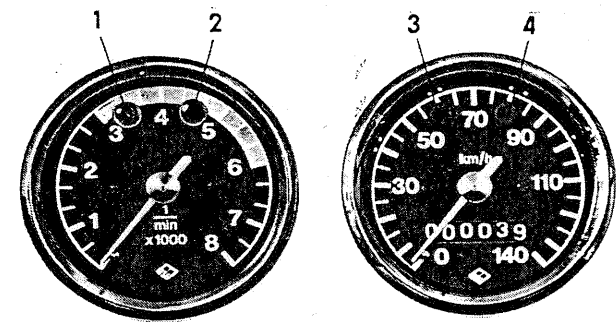

Fig. 111. Arrangement des feux témoin
L'exécution de luxe possède, en plus du tachymètre se trouvant également à la droite, un compte-tours mécaniquement propulsé et placé du côté gauche (voir fig. 111).
L'arrangement et la signification des feux témoin est visible à la fig. 111. En ce qui concerne le câblage et/ou l'interconnexion avec d'autres appareils électriques, les données nécessaires peuvent être retrouvées aux schémas de circuit (figures 109 et 110).
La fonction des lampes désignées par (1) ressort de la fig. 111.